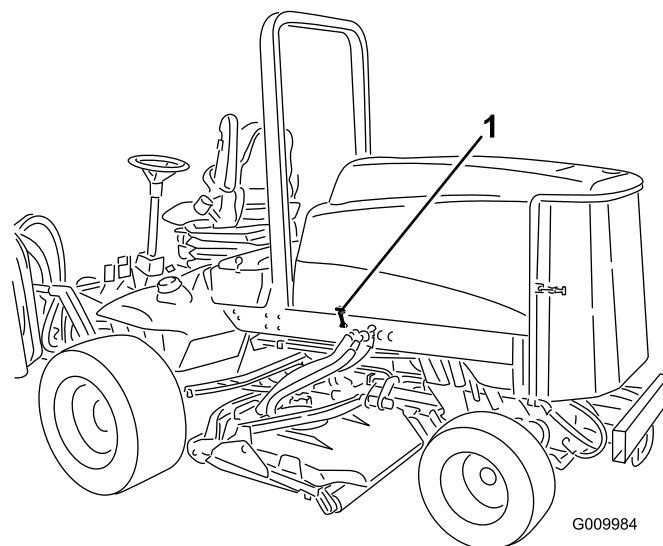

Figura 3
1. Solte o trinco do capot do suporte do trinco do capot (Figura 3).